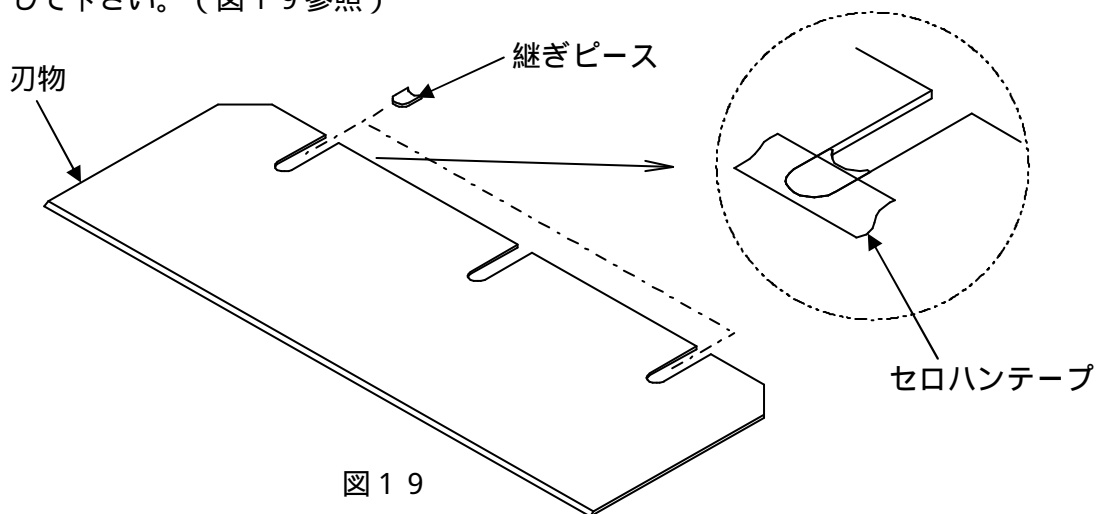

図19
- [1] 摩耗して短くなった刃物は継ぎピースをセロハンテープ等で刃物に固定して使用して下さい。(図19参照)